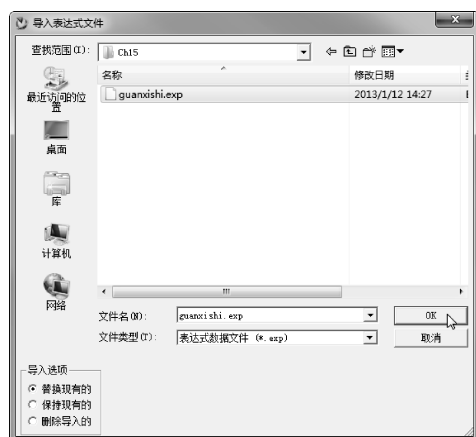

图 6-17 导入表达式文件
- 04 在【表达式】对话框【导入/导出】选项区中单击【导入表达式】按钮，然后从本例源文件夹中打开【`guanxishi.exp`】表达式数据文件，如图 6-17 所示。